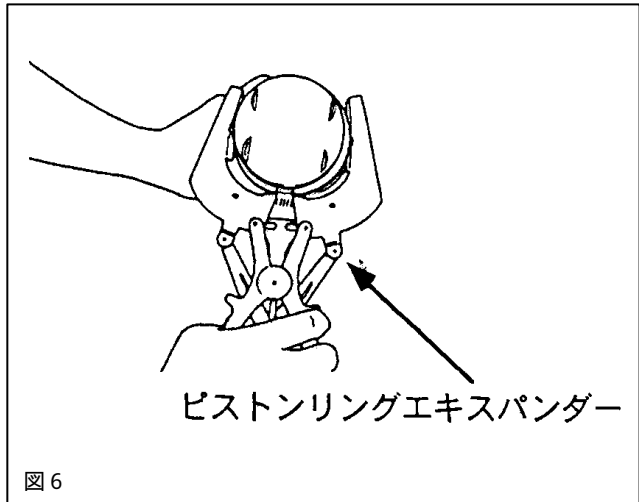
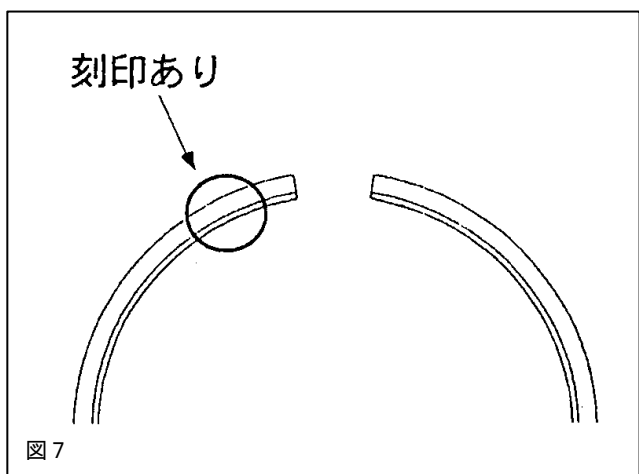

図6
図7
- 6 . 1 図6のように、ピストンリングをピストンリングエキスパンダーを用いてピストンに取付けてください。この時、トップ及びセカンドリングは図7に示す刻印のある面を上面にしてください。